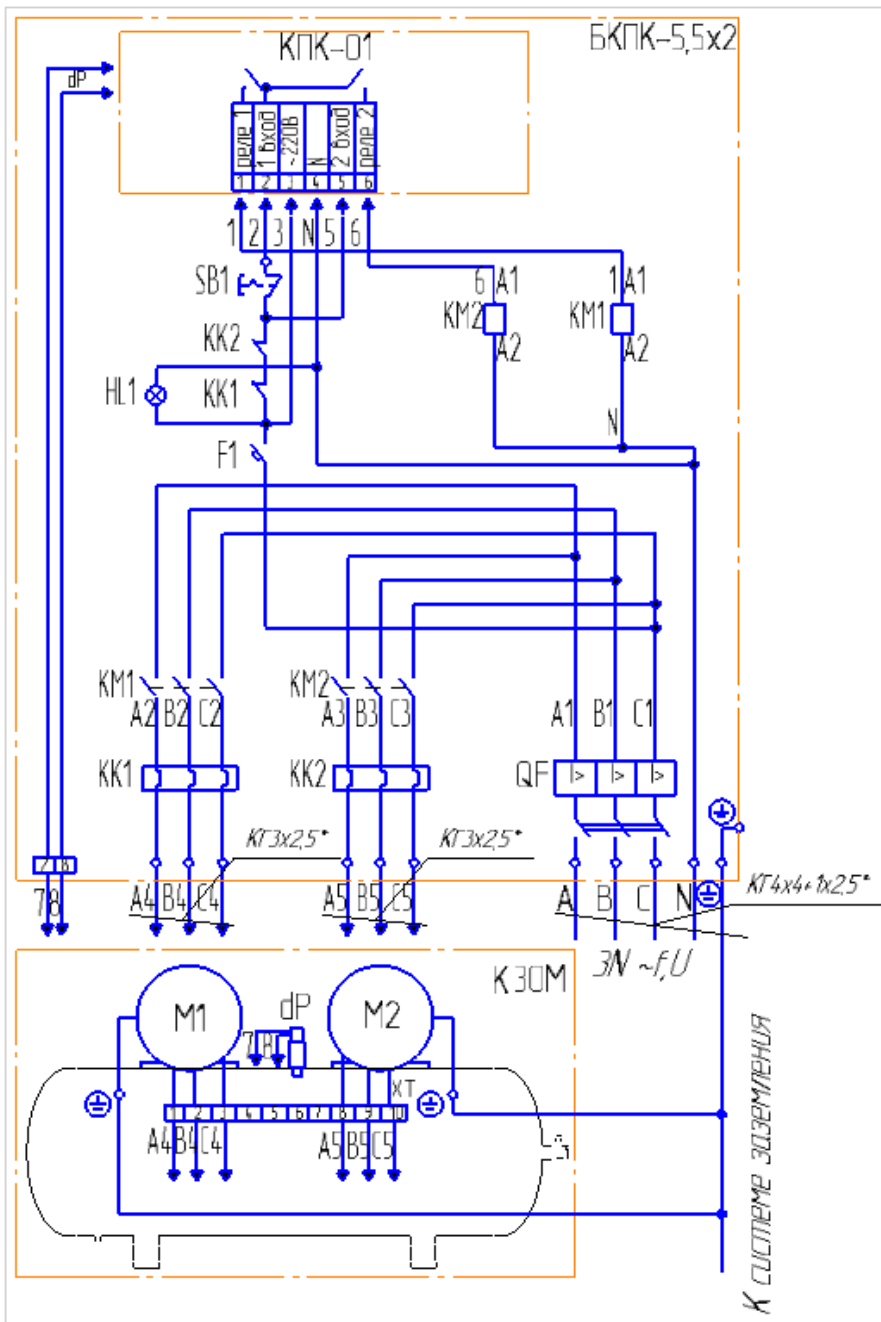

Рисунок 3 – Схема электрическая принципиальная
6.8 Разводку подводящих проводов необходимо произвести в соответствии с требованиями «Правил технической эксплуатации электроустановок потребителем», согласно схеме электрической принципиальной и соединений компрессорной установки К30М (рис.3).
7.1.1 Убедиться в правильности подключения шкафа согласно схеме электрической принципиальной и соединений (рисунок 3).